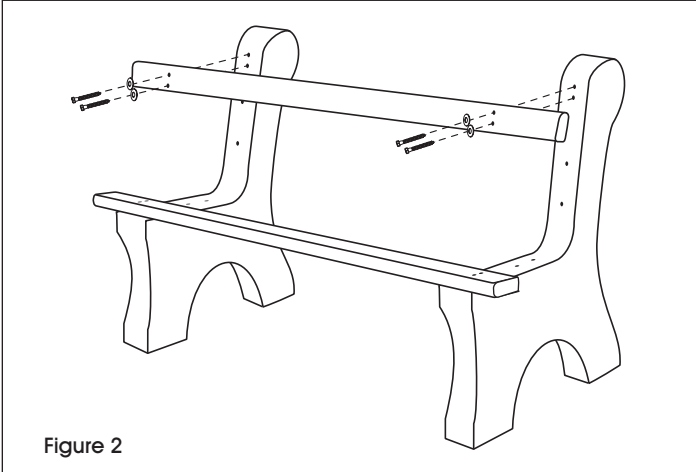

Figure 2
1. Alignez l'autre planchette à bords arrondis sur les deux trous prépercés du haut de la partie dossier des bases de banc. Fixez-la lâchement aux bases de banc à l'aide des vis tire-fonds de 3 ½ po, des rondelles, de la perceuse et de la douille tournevis de 7/16 po (Serrez les vis plus tard à l'étape 7). (Voir Figure 2)